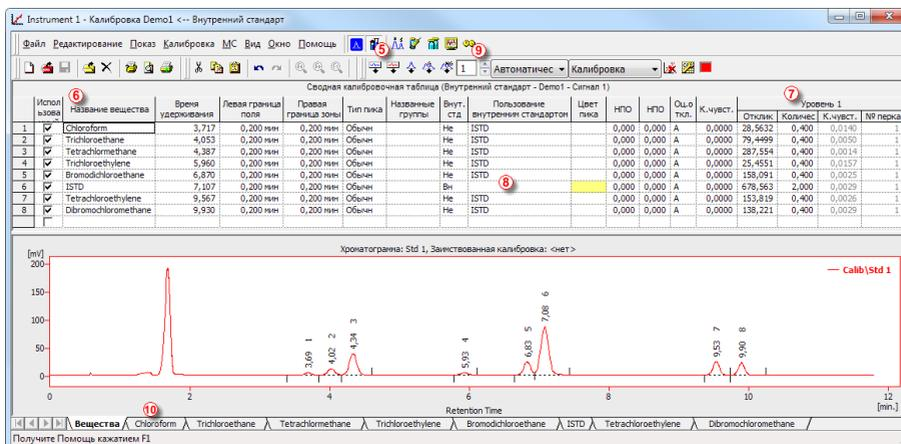

Рисунок 17: Окно *Калибровка* с показанной хроматограммой, полученной при разделении смеси калибровочных стандартов
- В поле *Использованный* укажите, что будете работать с калибровочным уровнем 1. Воспользуйтесь голубым символическим изображением *Добавить все*  чтобы внести все обнаруженные пики в калибровочную таблицу ⑤. Калибровочная таблица появится в
- окне **Калибровка**. Как показывает **Рисунок 17** на странице **36.**, эта таблица готова к заполнению (дальнейшей обработке).
- Как видно при таком представлении калибровочных данных, индивидуальные пики опознаны (но вместо названий веществ вписаны лишь времена удерживания пиков). Отредактируйте записи в полях столбца *Название вещества* ⑥ (для чего придется последовательно устанавливать указатель в нужные ячейки, нажимать левую клавишу мыши, после чего вносить запись). Впишите те названия, которые показывает **Рисунок 17** на странице **36**. Кроме того, Вы можете указать цвет некоторых пиков (например, пика внутреннего стандарта) в столбце *Цвет пика* .
- Заполните строки столбца *Количество* ⑦ (впишите данные о концентрации конкретных веществ). В этой смеси стандартов, концентрация всех веществ (кроме соответствующего пика 6) была равна *0.4*.
- Пик номер 6 отмечен, как соответствующий внутреннему стандарту. В столбце *Внут. станд* выберите (для этого пика) указание *ISTD1* ⑧ (внутренний стандарт 1), после чего укажите в столбце *Количество* соответствующую этому веществу концентрацию 2.
- Таким образом будет завершено указание параметров, соответствующих первому калибровочному уровню. На страницах, соответствующих индивидуальным веществам ⑩, (названия которых указаны согласно столбцу *Название вещества*) , можно увидеть линейные калибровочные графики, полученные для случая калибровки по одному уровню концентрации.
- Перейдите к указанию концентраций для других калибровочных уровней. Выполняются очень простые операции: снова пользуйтесь желтым символическим изображением *Открыть хроматограмму стандарта (ов)*  ④ для вызова другой хроматограммы, соответствующей файлу *STD 2.PRM*. В поле *Использованный* ⑨ выберите вариант 2 (будет использоваться уровень 2), после чего воспользуйтесь голубым символическим изображением *Добавить все*  , чтобы внести все обнаруженные пики в калибровочную таблицу ⑤. Впишите во все строки столбца *Количество* значения *1.0* (кроме величины концентрации для пика 6, для которого следует воспользоваться той же самой записью 2 [поскольку концентрация внутреннего стандарта всегда одинакова]).